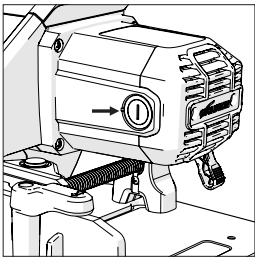

Fig. 19
- Dévissez les capuchons en plastique situés à l'arrière du moteur. Attention, les capuchons sont chargés par ressort. (**Fig. 19**)